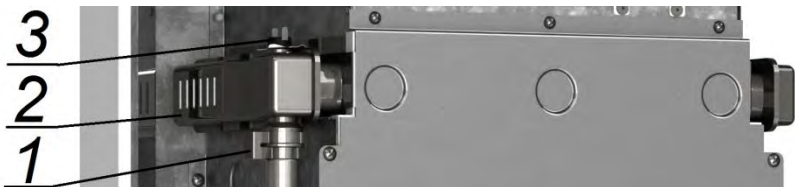

Рис. 17. Демонтаж теплообменника котла
- 5) отсоединить провода от термореле 3 (см. Рис. 17);